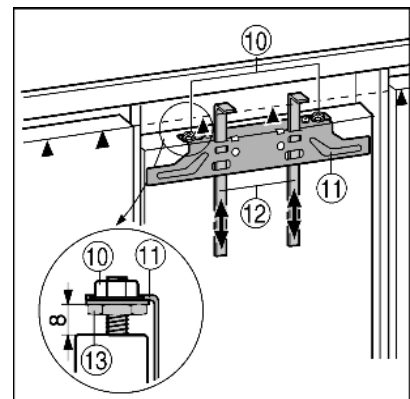

Fig. 13
- ▶ Spingere gli attrezzi di montaggio Fig. 13 (12) verso l'alto, all'altezza dell'anta del mobile. Bordo inferiore di battuta ▲ dell'attrezzo di montaggio = Bordo superiore dell'anta da montare.
- ▶ Allentare la traversa di fissaggio Fig. 13 (11) svitando i controdadi Fig. 13 (10).